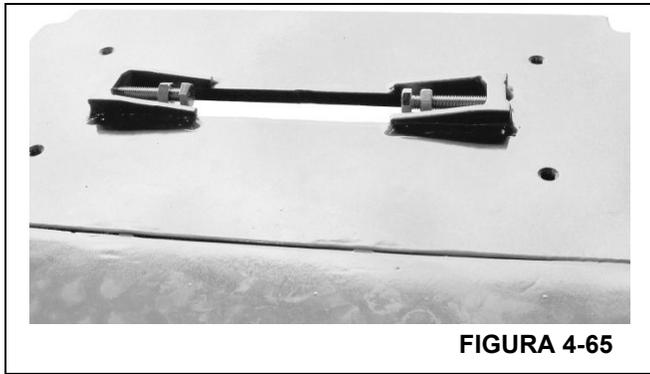

FIGURA 4-65
- 10. Instale os parafusos de ajuste e as contraporcas no conjunto soldado das placas de desgaste ajustáveis superiores. Não instale ainda as placas de desgaste (Figura 4-65).